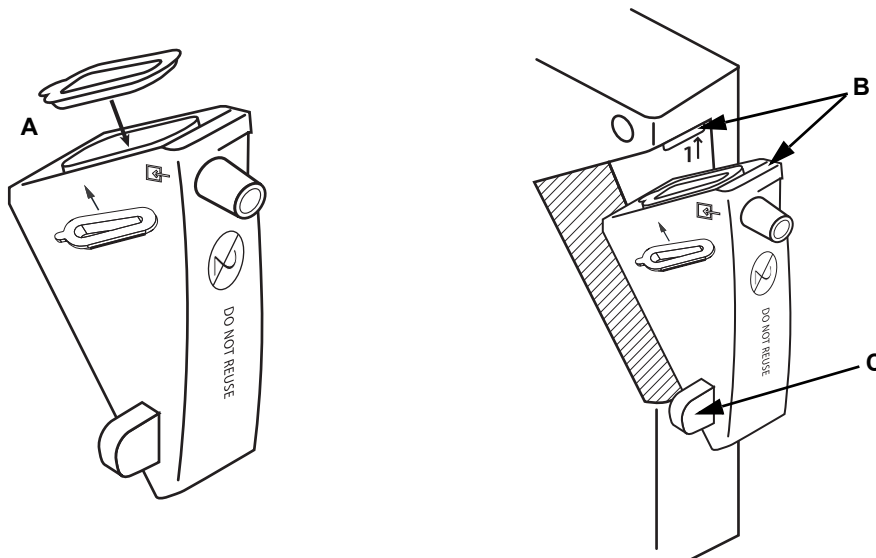

Abbildung 2. Auswechseln des Feuchtigkeitsabscheiders/Filters
1. Platzieren Sie den Filter im Feuchtigkeitsabscheider, sodass die Silikondichtung nach oben zeigt und das hydrophobe Material in die Öffnung des Feuchtigkeitsabscheiders passt (Abbildung 2-A).
2. Verwenden Sie die Orientierungshilfen an der Rückseite des Monitors, richten Sie die Nut oben am Feuchtigkeitsabscheider an der Rille oben am Abscheidergehäuse am Monitor aus (Abbildung 2-B).
3. Der Abscheider wird zunächst oben und dann unten durch Neigen eingesetzt. Feuchtigkeitsabscheider mithilfe der Lasche (Abbildung 2-C) in Position drücken. Das Einrasten ist fühlbar und der Feuchtigkeitsabscheider sollte flach an der Seite und Rückseite des Monitors anliegen.